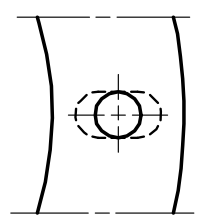

图 . 4
- 如有必要, 对石棉垫扩孔 (4), (参见图 . 4).